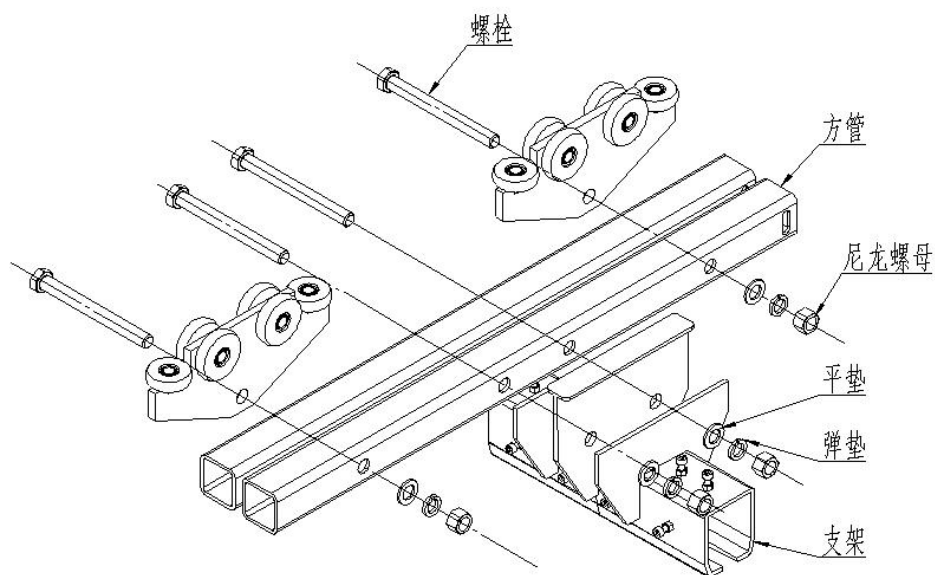

图 5D
- 5.9 确定加长型型轨小车的方管、支架、承重板以及所需的紧固件齐全(图 5D)。
- 5.10 将加长型型轨小车的方管安装到支架中，穿入连接螺栓（图 5D）。
- 5.11 将尼龙螺母置于每个螺栓的端部，紧贴型轨小车的支架拧紧（图 5D）。